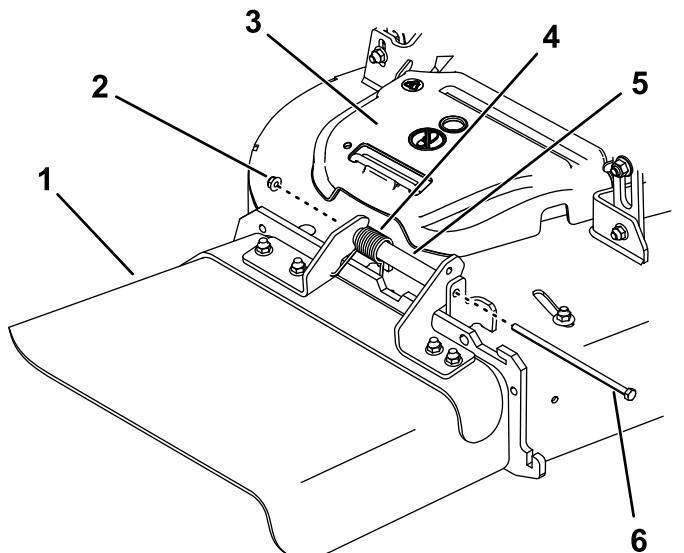

Figura 1
2. Togliete il copricinghia (Figura 1).
1. Rimuovete il bullone (5/16" x 7 1/2") e il dado (5/16") che fissano la guida di scarico al piatto. Rimuovete la guida di scarico, la molla e il distanziale (Figura 1).